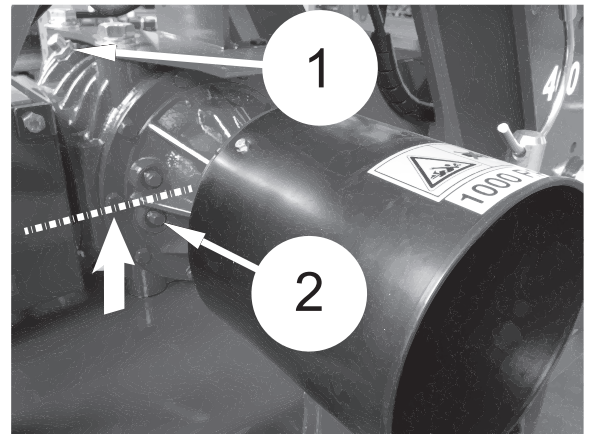

FIG. 52
- Öleinfülldeckel abschrauben (1, Fig. 52)
- Vorderer Pegeldeckel abschrauben, seitlich der Zapfenwelle, gerade unter der längststehenden Mitte derselben Gruppe (2)
UM DEN ARBEITSGANG ZU VEREINFACHEN, IST ES MÖGLICH, EINEN ABSAUGER FÜR FLÜSSIGKEITEN ZUR ÖLVERWERTUNG, VOM ÖL-EINFÜHRLOCH (1, FIG. 52).